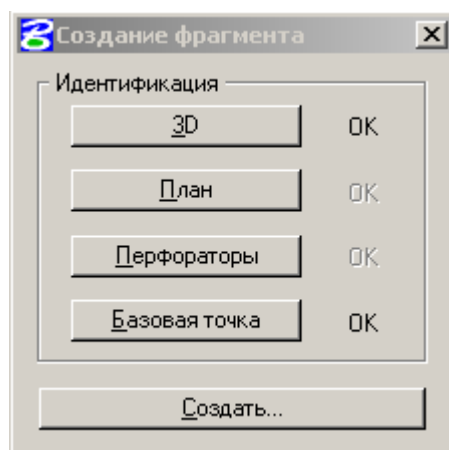

Рисунок 28
1. В Менеджере составных фрагментов выбирается кнопка **Создать**. Откроется окно *Создание фрагмента* (Рисунок 28).